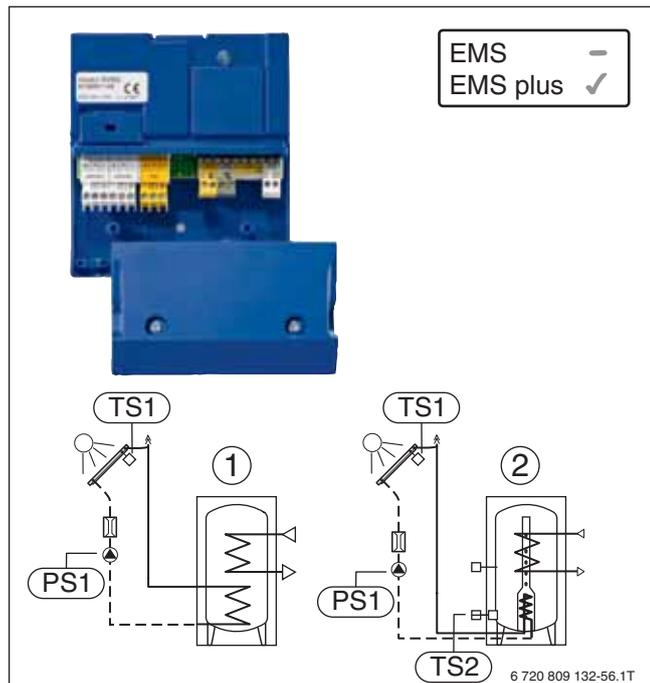

Bild 53 Solarmodul SM50
- Regelung von bivalenten Warmwasserspeichern in Solarsystemen mit Thermosiphonprinzip (→ Bild 53, [2]) sowie in Standard-Solarsystemen ohne Thermosiphonprinzip (→ Bild 53, [1])